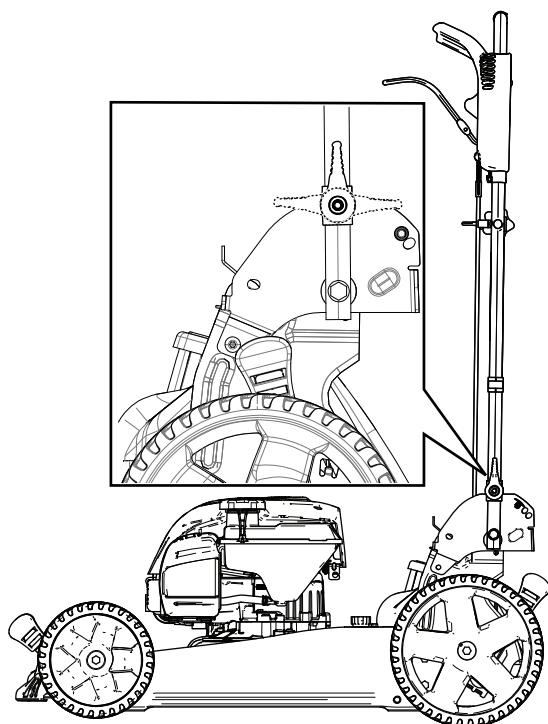

Figura 22
2. Piegate la stegola in avanti o in posizione verticale o in posizione completamente in avanti come illustrato in Figura 22.